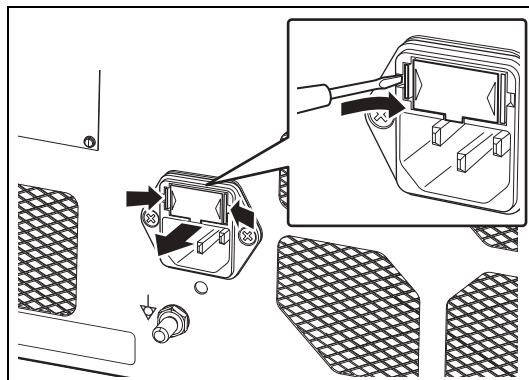

Figura 6.5
- 2 Introduceți șurubelnița în canelura de pe una sau ambele părți ale cutiei cu siguranțe, chiar deasupra prizei pentru ștecherul cordonului de alimentare. (Consultați Figura 6.5.)**